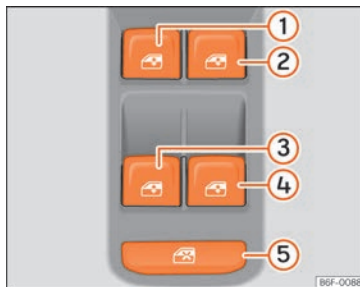

Abb. 140 Ausschnitt aus der Fahrertür: Bedienelemente für die vorderen und hinteren Fenster (Fahrzeug mit elektrischen Fensterhebern vorne und hinten).
Mit dem Sicherheitsschalter »» **Abb. 140 ⑤** in der Fahrertür können die Fensterheber-Tasten in den hinteren Türen außer Funktion gesetzt werden.
Die Tasten  **Abb. 140** , ,  und  haben zwei Stufen zum Öffnen und zwei zum Schließen des Fensters. Dadurch ist es einfacher, die Öffnungs- und Schließvorgänge zu kontrollieren.